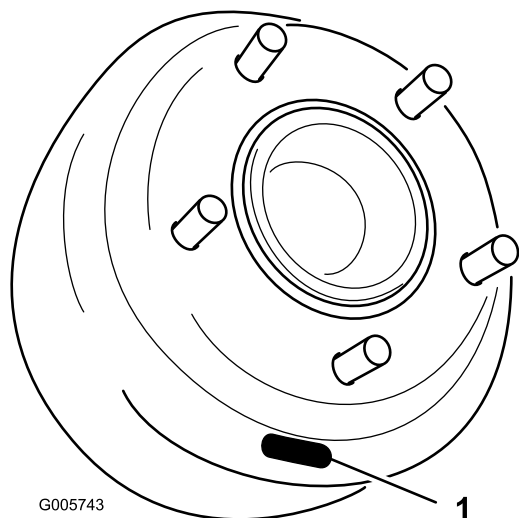
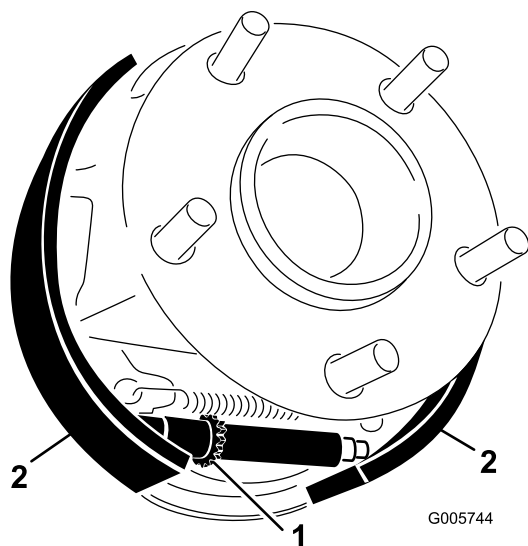

Figura 61
Figura 62
- Retire las tuercas de la rueda y retire la rueda/neumático del cubo de la rueda. Gire el tambor de freno hasta que la ranura de ajuste esté abajo, centrada sobre la rueda de estrella que ajusta las zapatas de freno (Figura 61).
- Usando una herramienta para ajuste de frenos o un destornillador, gire la rueda de estrella (Figura 61) hacia abajo hasta que el tambor de freno (Figura 62) se bloquee debido a la presión hacia fuera de las zapatas de freno (Figura 62).